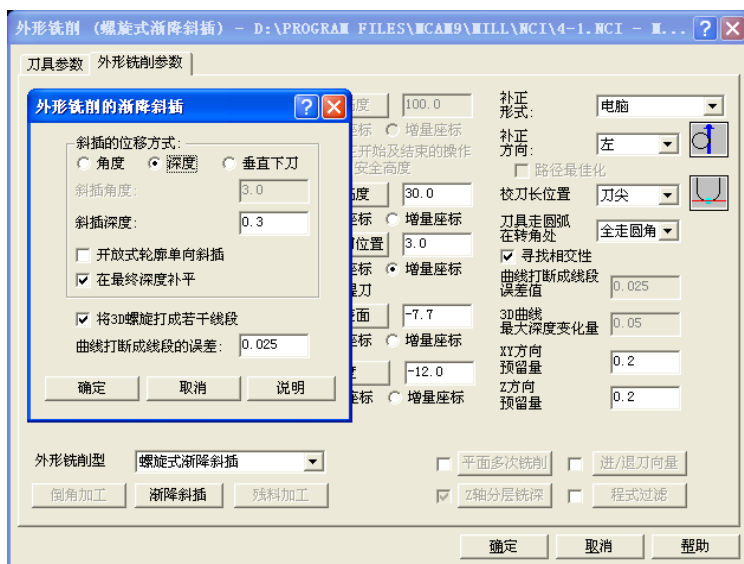

图 4-19 外形铣削（螺旋式渐降斜插）参数
8) 选择“外形铣削(螺旋式渐降斜插)”, 选择 $\phi 6$ 平刀, 图形选择 $2 \times \phi 13$ 孔, 刀具参数、参考高度和进给下刀位置等均同步骤 5), 工件表面:  $-7.7$ , 深度:  $-12.0$ , XY 方向预留量:  $0.2$ , Z 方向预留量:  $0.2$ , 补正形式选择“电脑”, 补正方向: 左, 不勾选“进/退刀向量”, 在“外形铣削的渐降斜插”对话框中点选“深度”, 设定斜插深度:  $0.3$ , 勾选“在最终深度补平”, 其余默认, 如图 4-19 所示。将步骤 6) ~ 8) 设定为一个群组 BJX。